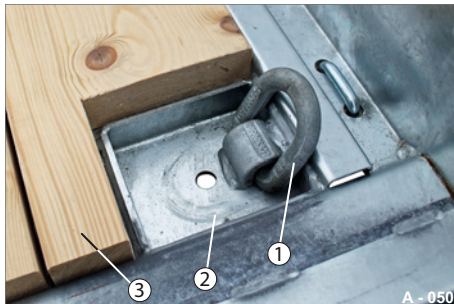

Abb. 54 Zurring eingeklappt
- ▶ Heben Sie den Zurring (Abb. 54/1) an.